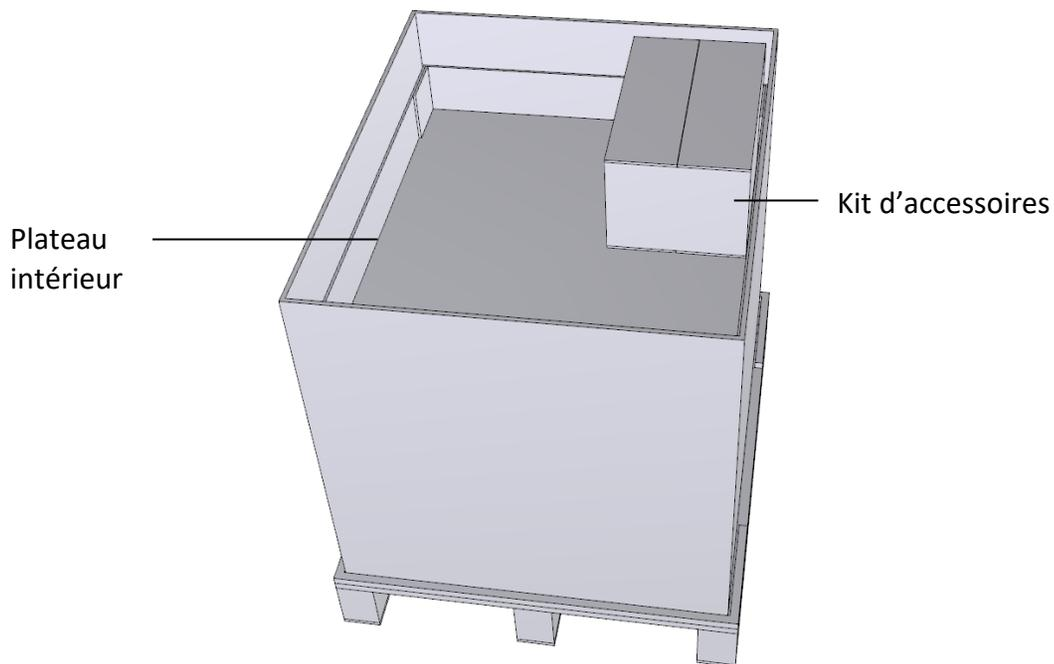

Figure 2 : Conteneur de transport
- 2) Retirez le kit d'accessoires du conteneur de transport comme indiqué dans la Figure 2.